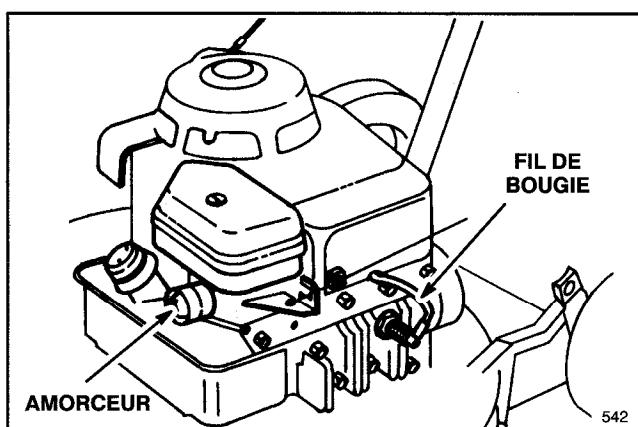

Figure 8
2. Branchez le fil sur la bougie d'allumage (Fig. 8).
4. Actionner 3 fois la pompe d'amorçage pour démarer (Fig. 8).